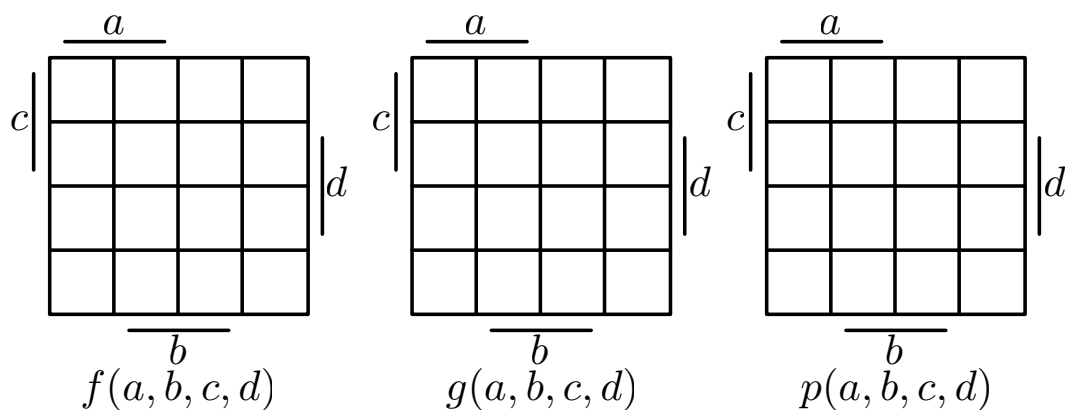

Abbildung 3: Karnaugh-Diagramme
- (b) Tragen Sie die Produktfunktion $p = f \cdot g$ in das entsprechende Karnaugh-Diagramm in Abbildung 3 ein. Bestimmen Sie für p eine minimale SOP-Form.